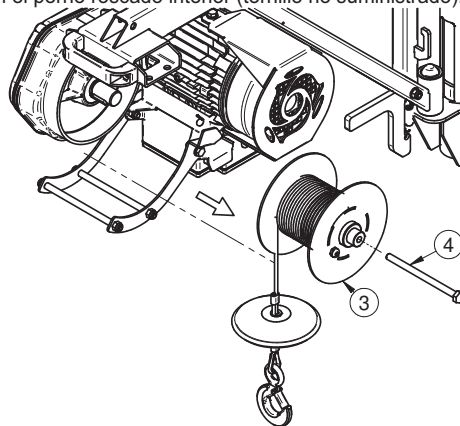

Fig. 4.2
2) Extraer el tambor (Ref.3 Fig 4.2), si permanece bloqueado utilizar una tornillo 5739 M16x150 (Ref.4 Fig.4.2) como extractor para atornillar en el perno roscado interior (tornillo no suministrado).